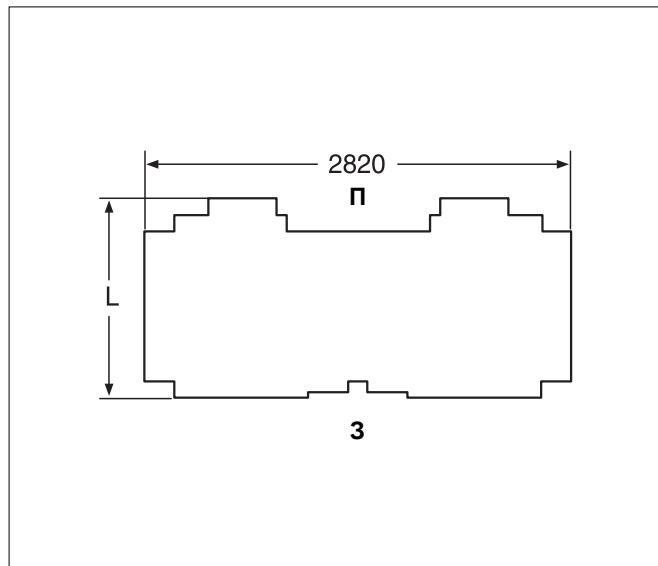

Рис. 32 Теплоизоляция
- Поставляемые теплоизоляционные элементы соответствуют типоразмеру котла (табл. 3). Разместите теплоизоляцию на котле в соответствии с рис. 32.